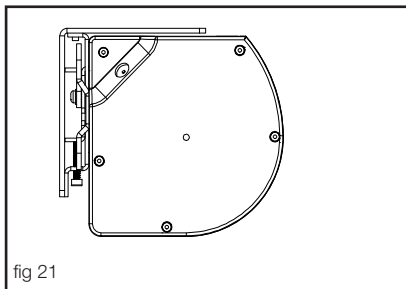

fig 21
- Raise/secure the case by turning the bottom screw (fig 21)
- Höj/säkra kassetten med hjälp av skruven i botten (fig 21)